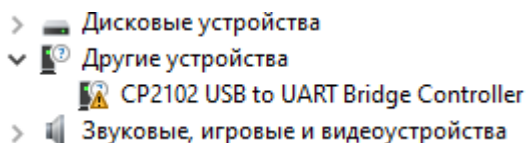

Рисунок 1. Отображение устройства в диспетчере устройств.
4. После подключения устройства запустится автоматический поиск драйверов, который, завершится неудачей. Для установки драйверов найдите в "Диспетчере устройств" раздел "Другие устройства", в нем должно быть устройство "CP2102 USB to UART Bridge controller" (Рисунок 1).